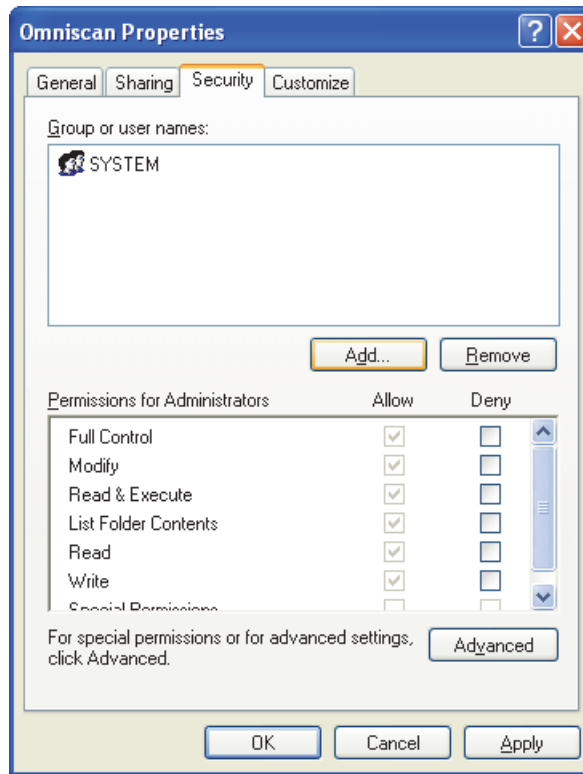

Рис. 7-18 Свойства OmniScan (Windows XP): Безопасность
12. В диалоговом окне **Omniscan Properties** (Свойства OmniScan) щелкните на вкладке **Security** (Безопасность), затем нажмите **Add** [Добавить] (см. Рис. 7-18 на стр. 231).